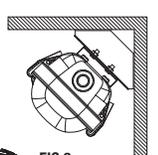

FIG 8
4. Snap Housing on Surface Mounting Brackets as shown in Figure 8.
- Emboîtez le bâti sur les supports de montage en surface comme illustré sur la Figure 8.